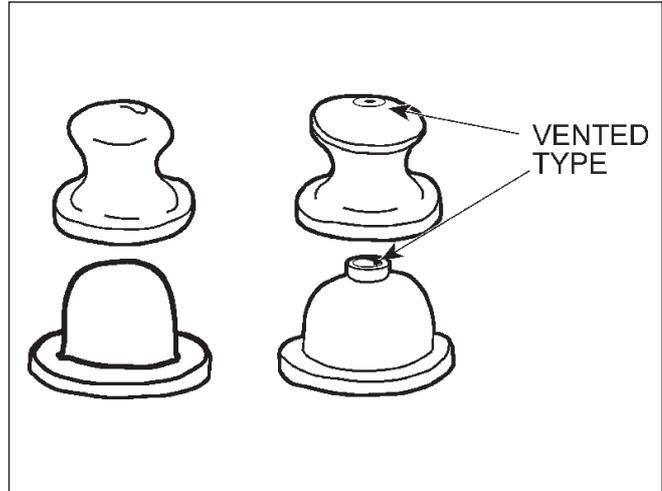

Fig. 26
**d) ALTERNATIVE STYLE PRIMER START FLOAT CARBURETTORS (Fig. 26)**